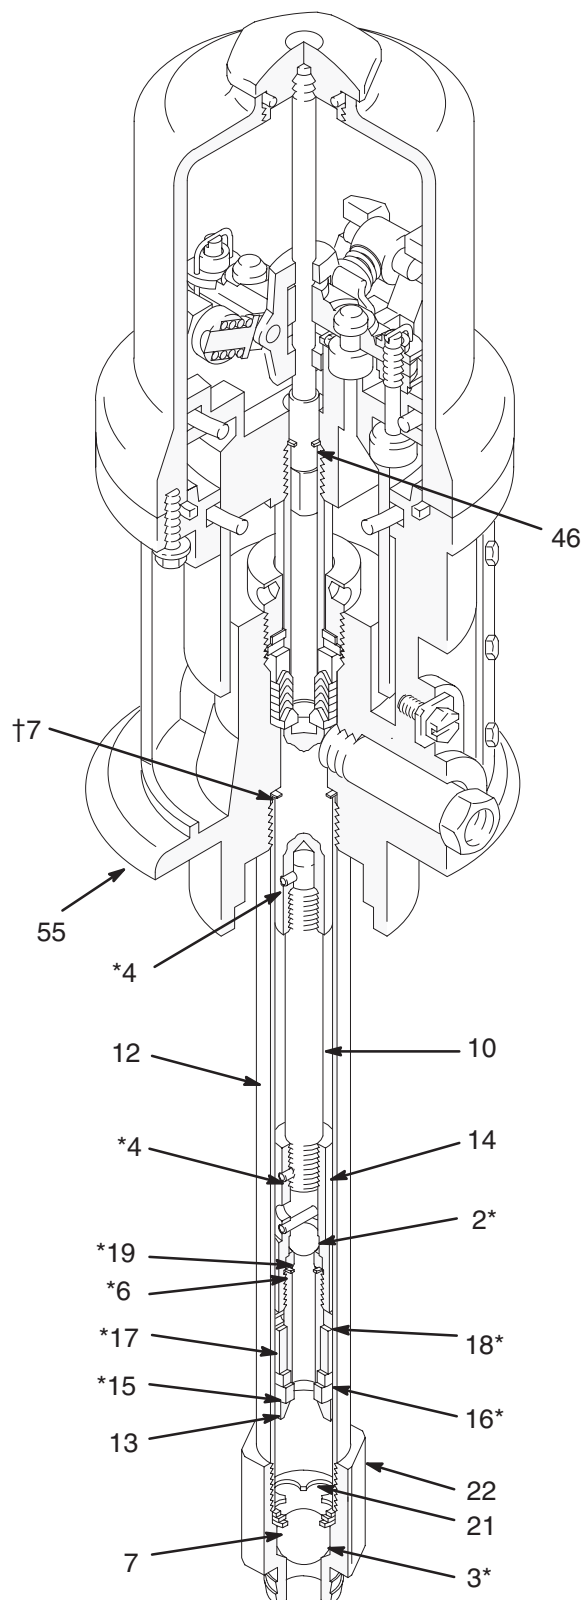

Fig. 9
4. Dévisser le corps du clapet de pied (22) du tube de remontée (12). Voir la Fig. 9. Déposer le clapet de pied.
5. Nettoyer les pièces et vérifier l'absence d'usure ou de détérioration, puis remplacer les pièces le cas échéant. Si aucune autre intervention n'est nécessaire, remonter et réinstaller le clapet de pied en appliquant un liquide d'étanchéité sur les filetages mâles. Voir la Fig. 9.
6. À l'aide d'une clé à sangle, dévisser le tube de remontée (12) de l'embase du moteur pneumatique (55). Inspecter soigneusement la surface interne du cylindre qui doit être lisse en recherchant les traces d'éraflures ou d'irrégularités. De tels dommages provoqueraient une usure prématurée des garnitures ainsi que des fuites. Il sera donc nécessaire de remplacer ces pièces le cas échéant.
7. Dévisser le corps du piston (13) du raccord de piston (14). Retirer la bille (2*), le siège (19*), le joint d'étanchéité (6*), le palier (18*), la garniture (17*) et le joint (16*). Ne pas retirer le palier à ajustage serré en laiton (15*). Voir la Fig. 9.